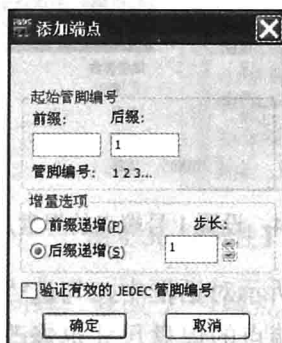
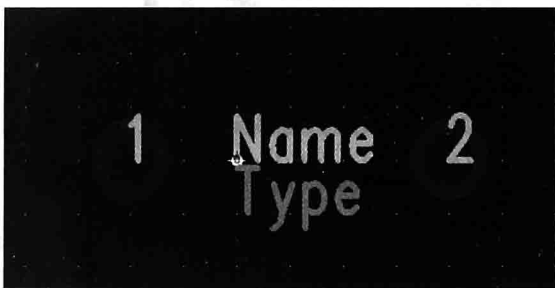

图 4-29 “添加端点”对话框
图 4-30 添加端点
(2) 在绘图工具栏中单击图标，弹出“添加端点”对话框，如图 4-29 所示。设置引脚编号后（可按默认设置）单击【确定】按钮完成设置。现在软件处于添加端点的状态，鼠标在工作区中每单击一下就可以添加一个端点，如图 4-30 所示。